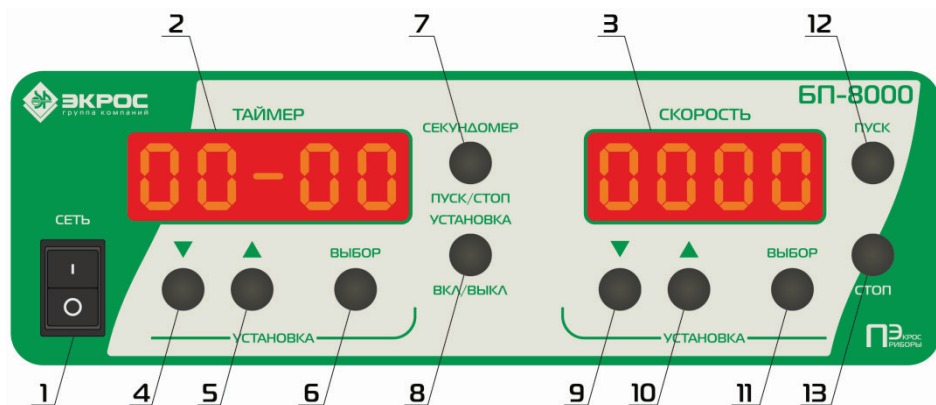

Рисунок 1 - Панель управления
щью органов управления, расположенных на передней панели (Рисунок 1).
- 6.4. На передней панели блока питания расположены органы управления и цифровые десятичные индикаторы (Рисунок 1).
- 7.2.5. Включить блок питания с помощью выключателя сетевого питания 1 СЕТЬ (Рисунок 1), при этом:
8.2. Включить блок питания с помощью выключателя сетевого питания 1 СЕТЬ (Рисунок 1), при этом:
8.3.2.1. Выбрать кнопкой 6 ТАЙМЕР→УСТАНОВКА→ВЫБОР (Рисунок 1) разряд индикатора 2 ТАЙМЕР, в котором необходимо изменить его числовое значение.
8.3.3.1. Выбрать кнопкой 11 СКОРОСТЬ→УСТАНОВКА→ВЫБОР (Рисунок 1) разряд индикатора 3 СКОРОСТЬ, в котором необходимо изменить его числовое значение.
8.3.4. Нажать кнопку 8 УСТАНОВКА→ВКЛ/ВЫКЛ (Рисунок 1) для записи в память блока питания значений, установленных
8.4. Включить двигатель, нажав на кнопку 12 ПУСК (Рисунок 1), при этом: